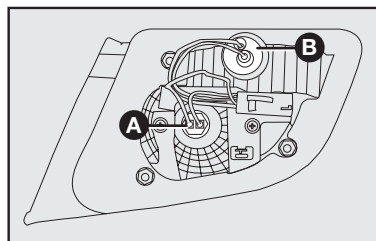

fig. 48
A-fig. 48: Luz de posición trasera.
B-fig. 48: Luz de marcha atrás.
2) Para sustituir la lámpara de la luz de posición, tire del portalámpara **A-fig. 48** y quite la lámpara fijada a presión. En seguida, sustituya la lámpara y recolque el portalámpara.
3) Para sustituir la lámpara de la luz de marcha atrás, gire en sentido antihorario el portalámpara **B-fig. 48** y quite la lámpara fijada a presión. En seguida, sustituya la lámpara y recolque el portalámpara, girándolo en sentido horario.
Para sustituir una lámpara del grupo de luces traseras de la carrocería **B-fig. 48**, es necesario: